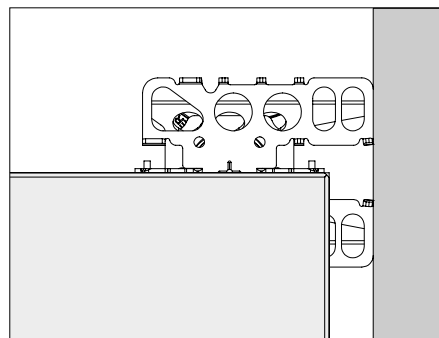

Fig. A5.17c
Les dents en plastique (7.2) sur le porte-à-faux maintiennent les panneaux (3) dans 5 positions différentes. Choisir la position du support en fonction de la largeur de compensation. Positionner le porte-à-faux de la plaque combi SCK aussi près que possible du mur afin de fournir un soutien maximal à la zone de compensation. (Fig. A5.17c - A5.17d)